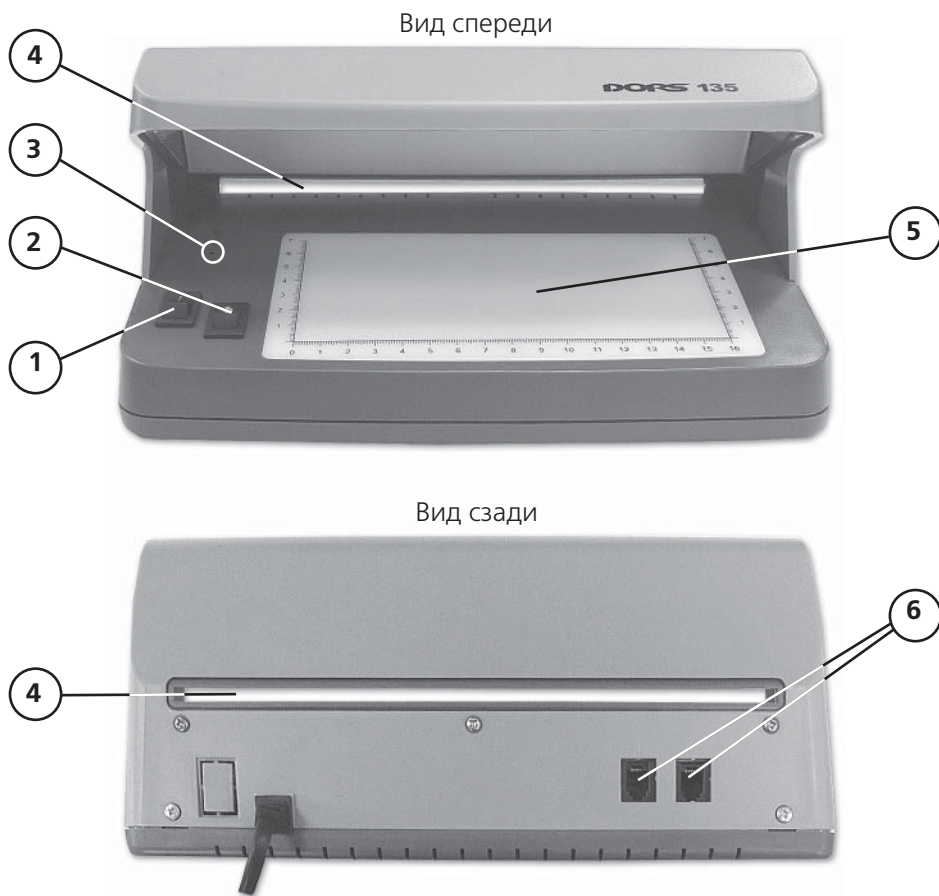
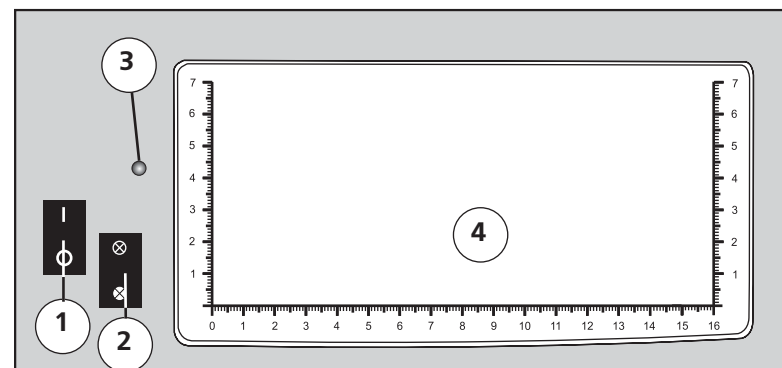

Рис. 1
Рис. 2.
1. Подключите прибор к сети (220 В, 50 Гц). При этом начнёт светиться индикатор подключения к электрической сети (рис. 1, поз. 3). Включите прибор нажатием клавиши выключателя «Сеть» на передней панели (рис. 1, поз. 1) – просмотрная зона (рис. 2, поз. 4) осветится синим или белым светом, в зависимости от положения переключателя "УФ/белый свет".
3. С помощью переключателя "УФ/белый свет" на передней панели прибора (рис. 2, поз. 2) выберите необходимый режим работы: